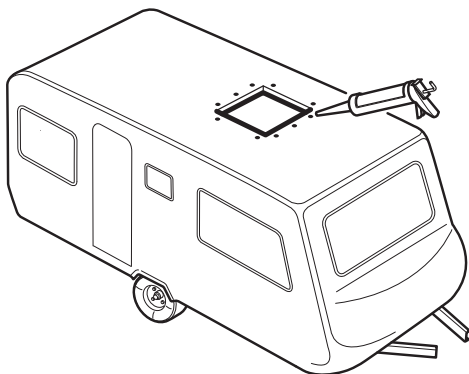

Abb. 8
- ▶ Schraubenlöcher mit Karosseriedichtmittel ausfüllen (Abb. 8).